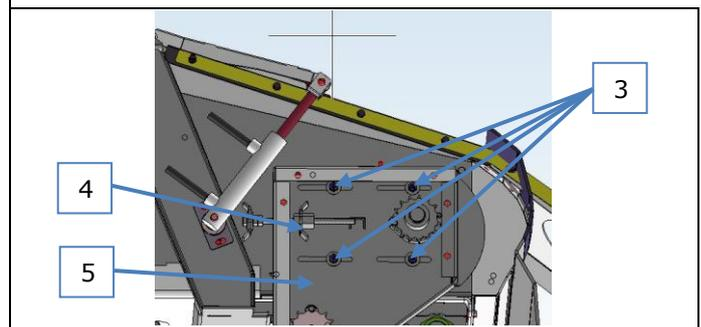
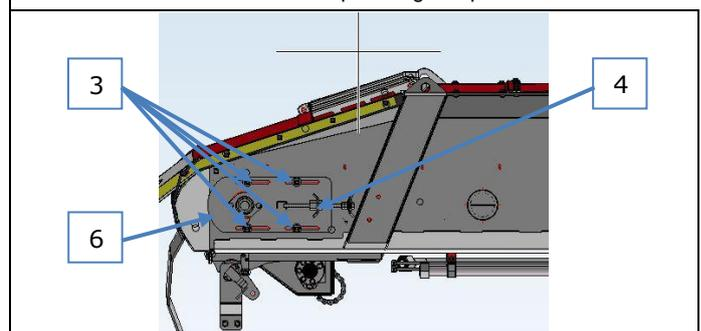

Abb. 9-71 Elevatorspannung komplett links
Abb. 9-72 Elevatorspannung komplett rechts
1. Das Spannen des Elevatorbandes wird an der „Elevatorspannung komplett“ (1) vorgenommen.
2. Auf der linken Seite muss das „Abdeckblech-Kettenspannung“ (2) demontiert werden.
3. Es müssen die Schrauben (3) am Spannsegment links (5) und am Spansegment rechts (6) gelöst werden. (Abb. 9-71 & Abb. 9-72)
4. Mit der Drehmutter (4) links und rechts wird das Elevatorband gespannt. Die Verstellung der Drehmutter (4) gleichmäßig vornehmen und die Spannung des Elevatorbandes, wie im Kap. 9.10.1 beschrieben, kontrollieren.
5. Wenn das Elevatorband korrekt gespannt ist, die Schrauben (3) links und rechts wieder fest anziehen.
6. Alle Abdeckungen, insbesondere das „Abdeckblech-Kettenspannung“ (2) wieder montieren und verschrauben.